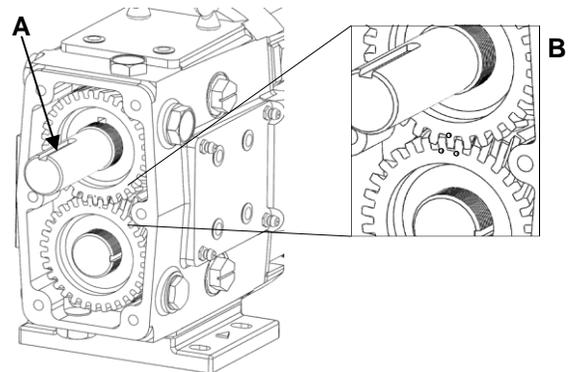

Figura 44: Instalar engranes con el tiempo correcto
8) Una vez instaladas las chavetas del engrane, oriente los ejes para que las ranuras de las chavetas del eje motriz apunten en la dirección de las 12 horas (Figura 44, A). Deslice el engrane derecho con una marca de punzón en el eje motriz. Deslice el segundo engrane con dos marcas de punzón en el eje corto. Para cronometrar los engranes, alinee para que la marca de punzón única caiga entre las dos marcas de punzón del engrane opuesto (Figura 44, B)